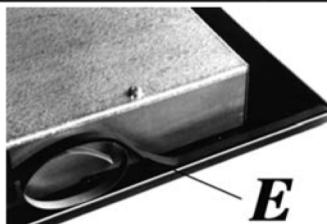

рис. 11
-Переверните варочную поверхность и правильно расположите прокладку «E» (рис. 11) под краями варочной поверхности так, чтобы наружная сторона прокладки точно совпадала с наружным краем варочной поверхности. Края полосок должны совпадать, не выступая друг над другом.